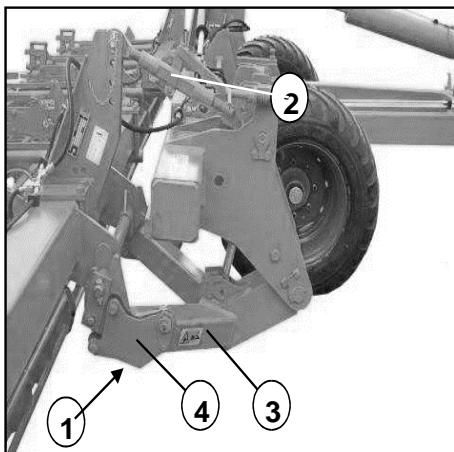

Рис. 5.17
Эти рабочие секции навешиваются на трехточечные гидравлические устройства (1) рис. 5.17 с верхней тягой (2) и нижней тягой (3), которые оснащены маятниковым выравнителем (4). Маятниковый выравнитель (4) обеспечивает индивидуальную адаптацию рабочих секций к конкретным грунтовым условиям, в том числе на холмистой местности.